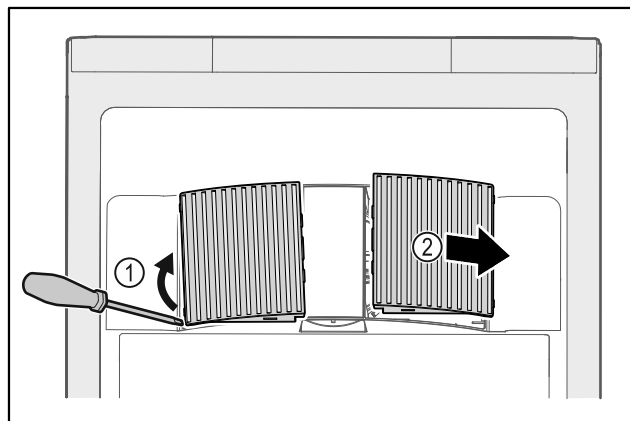

Fig. 59
- Bänd försiktigt loss fläktkåpan på sidan Fig. 59 (1) och ta av dem framåt Fig. 59 (2).